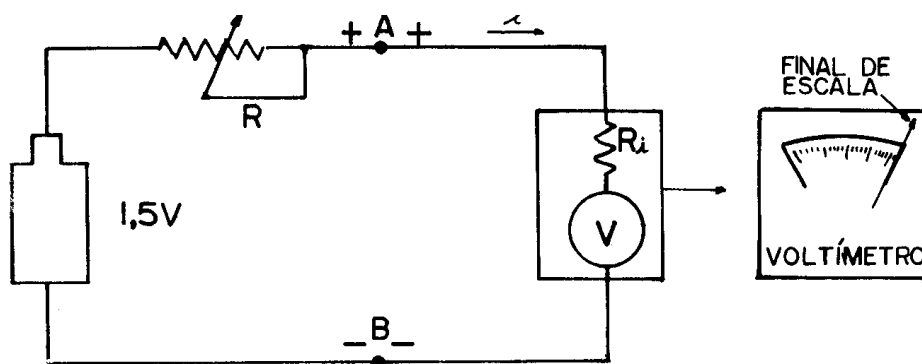

Fig. 3
3) Ajusta-se R até o ponteiro do voltímetro acusar o seu valor de deflexão máximo (Fig. 3).